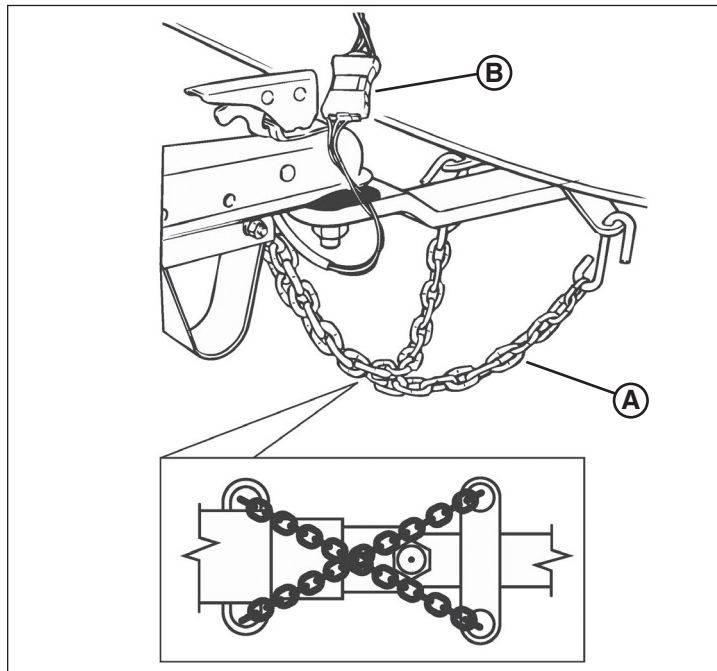

Figura 7
2. Conecte las cadenas de seguridad (A, Figura 7) al armazón del enganche del vehículo y entrecruce las cadenas bajo la lengua del remolque para evitar que esta se caiga al camino si el remolque se separa del enganche. Monte las cadenas lo más apretadas posible, pero con suficiente holgura para permitir un viraje libre.
3. Conecte el conector de las luces (B, Figura 7) desde el haz de cables del vehículo hasta el haz de cables del remolque.